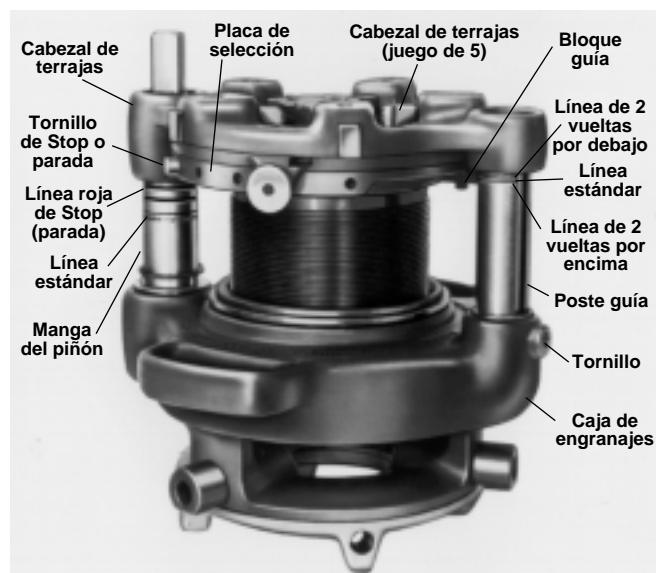

Figura 14 – Roscador a engranajes No. 141 mostrando la manga del piñón y las líneas de referencia en el poste guía
1. Extraiga el tornillo de sujeción (*Figura 14*) de la placa de selección.
3. Extraiga el juego de terrajas gastadas (*Figura 14*) y meta el nuevo juego de terrajas.
5. Suelte el interruptor de pie cuando la línea roja STOP (pare) aparezca en la manga del piñón (*Figura 14*).
- Durante el roscado moje las terrajas con Aceite para Cortar Roscas RIDGID, empleando la Aceitera No. 418 RIDGID, para que las terrajas tengan una larga vida útil. Suelte el interruptor de pie cuando aparezca la línea roja de stop (pare) en la manga del piñón. (*Figura 14*)